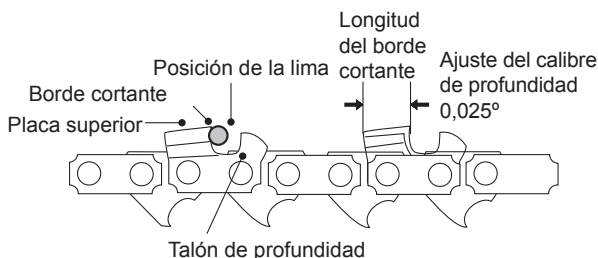

Imagen 42
- > Utilice un instrumento de medición para comprobar la altura del talón de profundidad. Existen calibres de medición del talón de profundidad en la mayoría de tiendas de herramientas de confianza (Imagen 42).